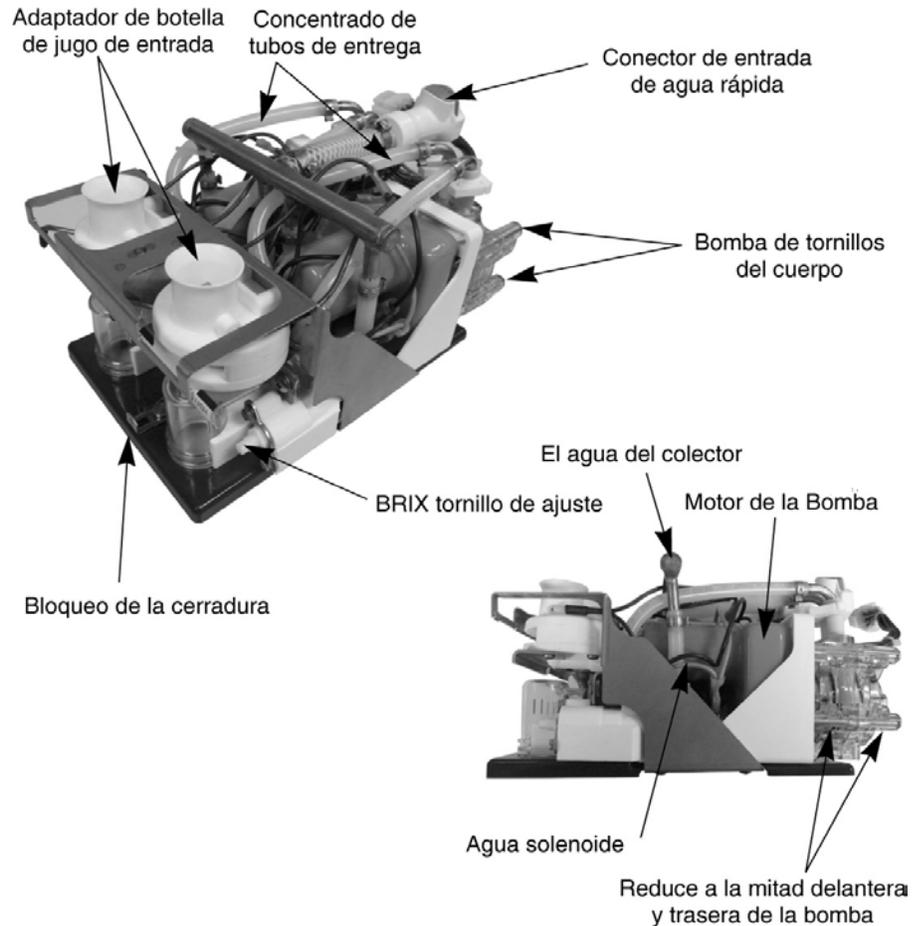

Figura 14. Detalles del interior
4. Desconecte el cople rápido de la línea de agua oprimiendo el botón gris (véase la Figura 14).
5. Deslice el pestillo de cierre hacia adelante. Levante la plataforma un poco y jale hacia adelante para tener acceso al conector eléctrico (véase la Figura 14.).
6. Desconecte el conector eléctrico apretando las pestañas de cierre en cada lado y sacando el conector. Levante y retire la plataforma de la bomba (véase la Figura 14.).
1. Retire las dos abrazaderas de plástico de color blanco para manguera de las conexiones de la manguera de la bomba (véase la Figura 14.) y retire las mangueras de suministro de concentrados de los extremos de las mangueras de la bomba.